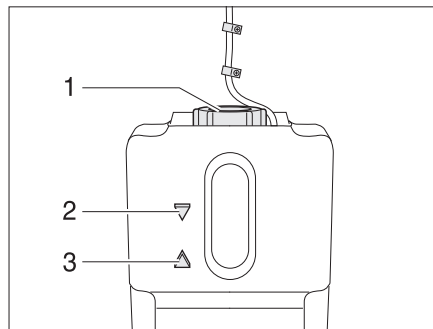

Fig. 258 Recipiente de compensación para la calefacción de agua caliente
- Comprobar si en el recipiente de compensación (Fig. 258) el líquido está entre las marcas "MIN" (Fig. 258,3) y "MAX" (Fig. 258,2).
- Abrir la tapa giratoria (Fig. 258,1) del recipiente de compensación.